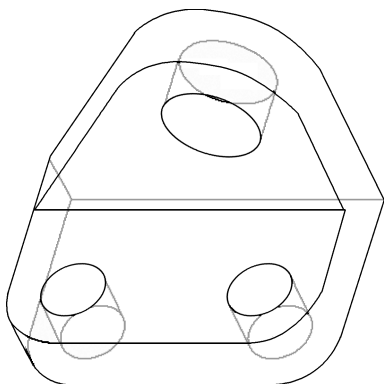

图 10-79 一般视图
(5) 单击【确定】按钮，进入绘图环境。
(6) 在【布局】选项卡的【模型视图】选项组中单击【一般视图】按钮，消息区提示“选取绘制视图的中心点”。
(7) 在图形区合适的位置单击，拾取视图中心点，图形区弹出缺省的斜轴测图，并弹出【绘图视图】对话框，分别如图 10-79 和 11-80 所示。